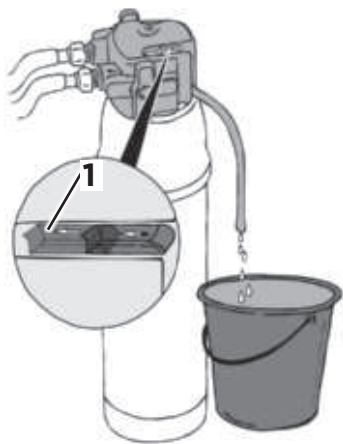

Abb. 32
5. Schließen Sie den Entlüftungsschieber (Abb. 32/1) wieder, sobald kein Wasser mehr aus dem Entlüftungsschlauch austritt.